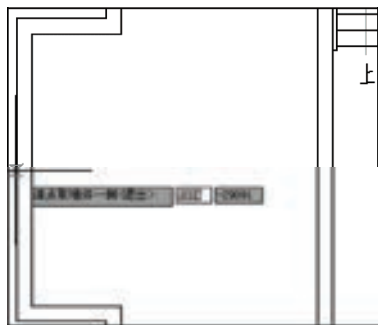

图 13-104 点取墙体的一侧
- 4) 调用“净距偏移”命令，输入偏移距离 205，点取墙体的一侧，如图 13-104 所示。